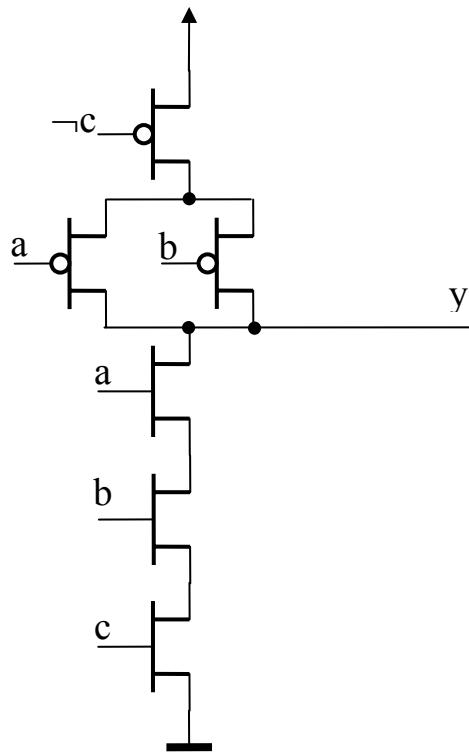

Abbildung 2.1
Abbildung 2.1 zeigt die FET-Realisierung einer logischen Funktion  $y(a,b,c)$ .
- (g) Kann die Schaltung in Abbildung 2.1 eine sinnvolle Funktion haben? Falls ja – beschreiben Sie die zugrunde liegende Grundfunktion!